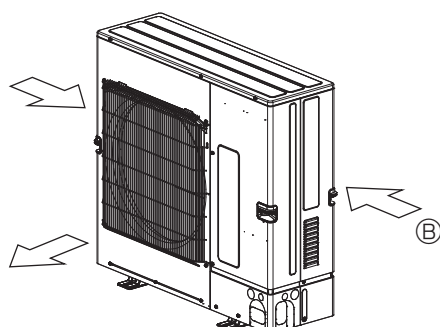

Fig. 2-6
- ③ Placer l'appareil de sorte que la sortie d'air souffle dans la direction perpendiculaire à celle des vents saisonniers, si celle-ci est connue. (Fig. 2-6)
④ Guide de protection d'air
⑤ Sens du vent